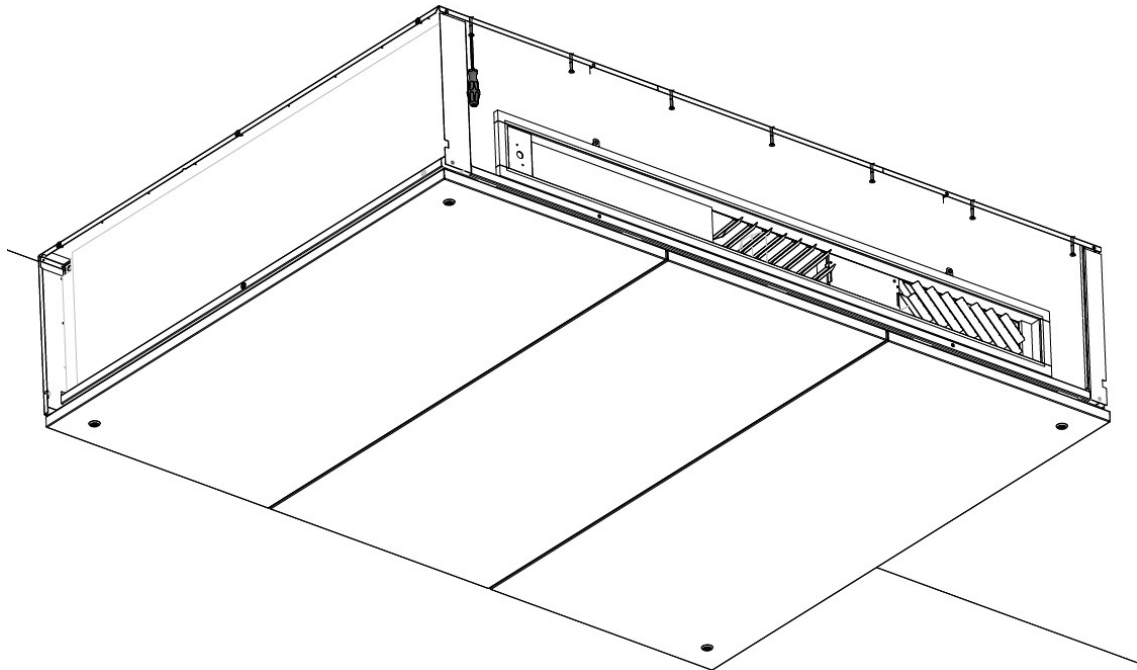
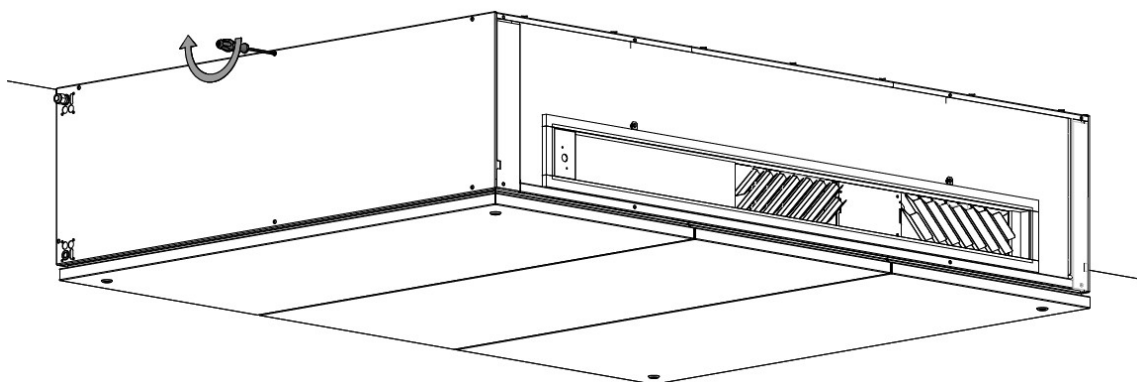

Abbildung 19: Montieren Sie die vordere Halterung an der Decke
Abbildung 20: Montieren Sie die linke Seitenabdeckung wieder
4. Befestigen Sie das Gerät mit den großen Schrauben, die Sie bei der Demontage aufbewahrt haben, auf beiden Seiten an der Halterung, siehe Abbildung 19 und Abbildung 20 unten.